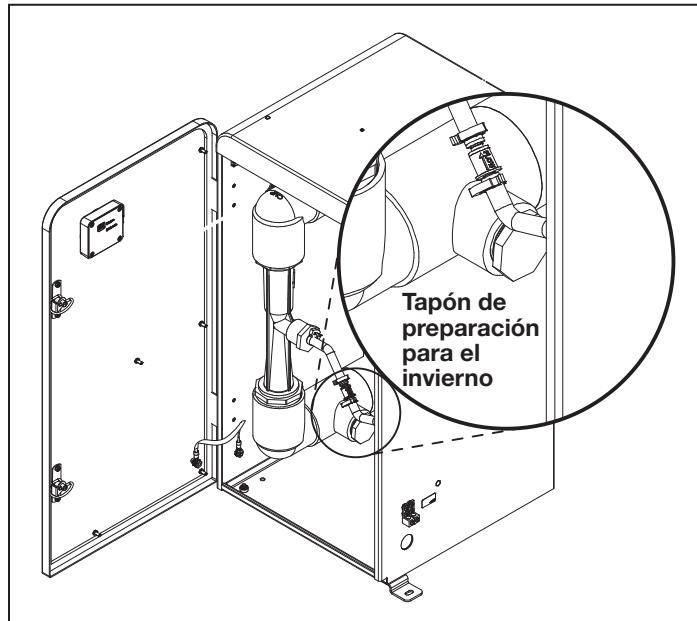

Figura 9. Ubicación del tapón de preparación para el invierno
3. Localice el tapón de drenaje NPT de 1 in (2,5 cm) y quitelo para drenar el agua restante. Consulte la Figura 9.